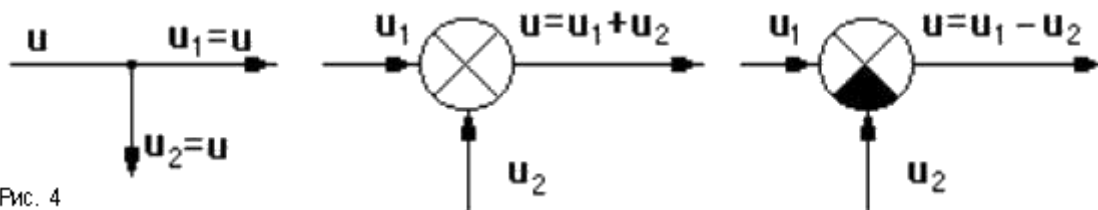

Рис. 4
**Сигнал** - это информационное понятие, соответствующее на принципиальной схеме физическим величинам. Пути его прохождения указываются направленными отрезками (рис.4). Точки разветвления сигнала называются узлами. Сигнал определяется лишь формой изменения физической величины, он не имеет ни массы, ни энергии, поэтому в узлах он не делится, и по всем путям от узла идут одинаковые сигналы, равные сигналу, входящему в узел. Суммирование сигналов осуществляется в сумматоре, вычитание - в сравнивающем устройстве.